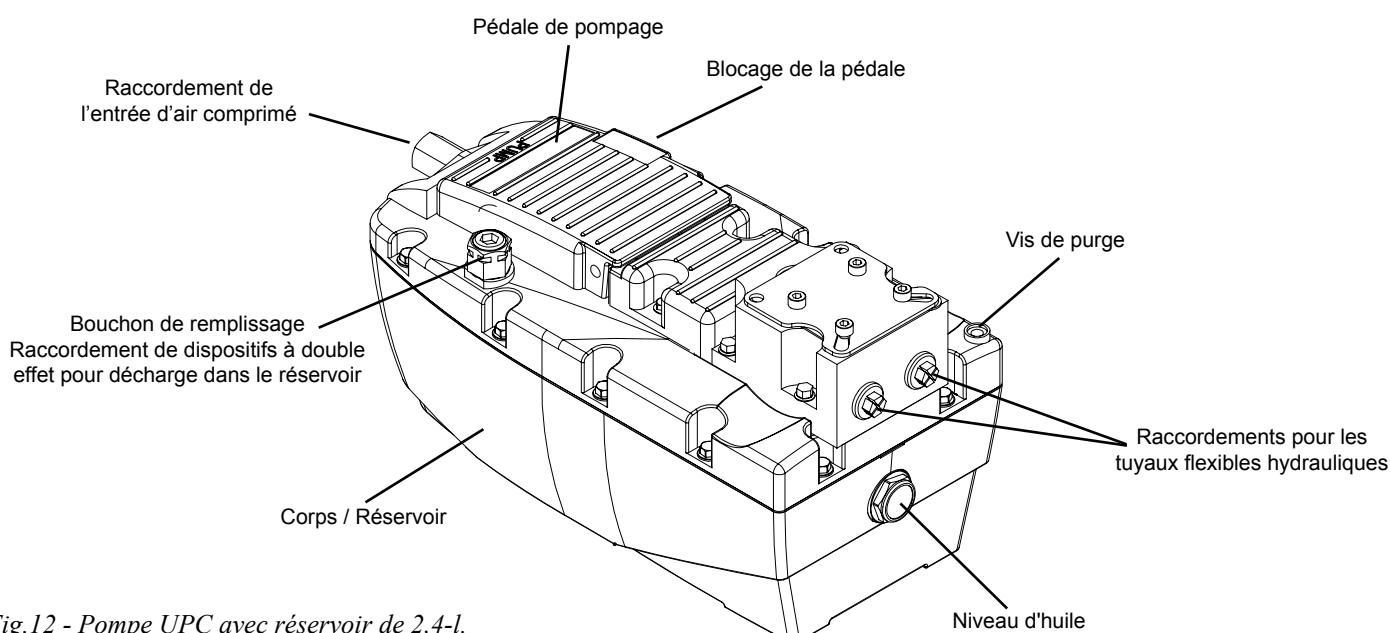

Fig.12 - Pompe UPC avec réservoir de 2,4-l.
Sur la figure 12 sont représentées les différentes pièces de la pompe.
- Retirer au moyen d'un tournevis plat le couvercle de remplissage (fig.12, page 32), et l'enlever complètement.
- Visser fermement sur le raccordement d'air comprimé (fig.12, page 32) un raccord rapide convenant à votre installation, et dont vous avez au préalable entouré le filetage de ruban en téflon.